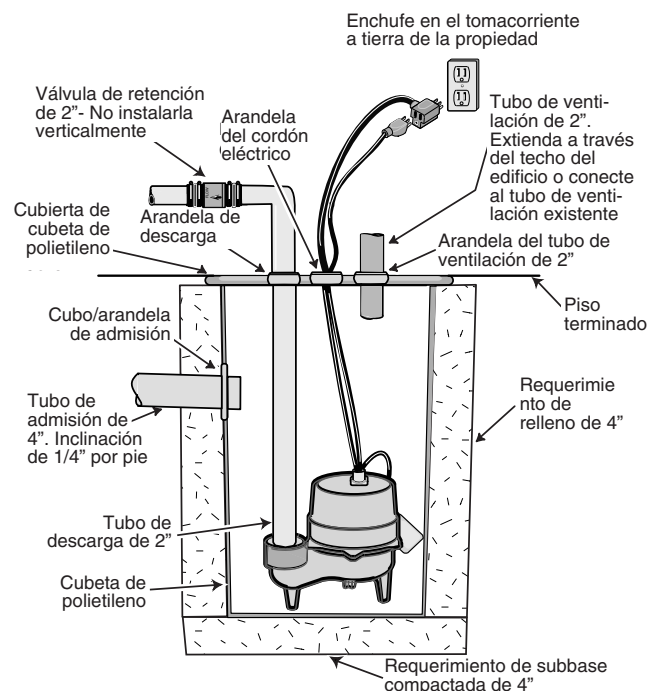

Figura 1 – Instalación típica
1. Cave el pozo para la cubeta de sumidero y la subbase. El pozo debe ser lo suficientemente profundo para que el piso terminado quede al ras de la parte superior de la cubeta. Consulte la figura 1 a continuación.
12. Instale una válvula de retención de 2" en la porción horizontal del tubo de descarga. Consulte la figura 1. Asegúrese de que la flecha de indicación de flujo señale en dirección opuesta a la bomba. Esta válvula de retención evitará que el agua vuelva hacia la cubeta cuando la bomba no esté funcionando.